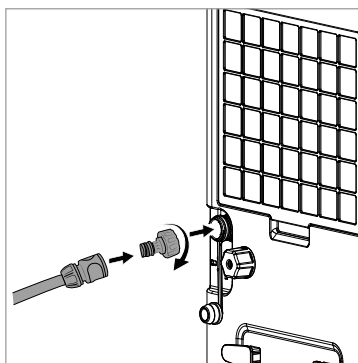

Fig. 5
- Suivant le système de tuyau d'arrosage utilisé, un autre adaptateur peut éventuellement être nécessaire (voir figure 5). Vous pourrez vous le procurer dans les magasins spécialisés.